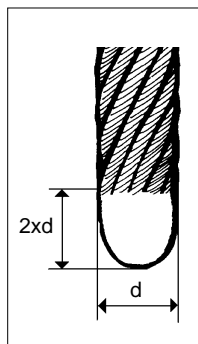

Fig. 1.18
- S'assurer que le diamètre du câble correspond bien au diamètre indiqué sur la plaque technique du treuil TIRAK, que la longueur du câble est suffisante et que la pointe du câble est conforme à la fig. 1.18.